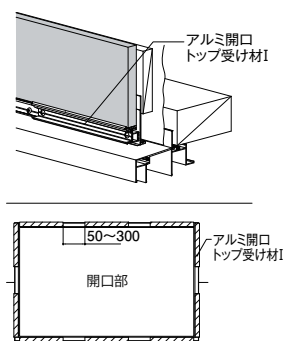

図7 アルミ開口トップ受け材Iの施工
▶アルミ開口トップ受け材Iはアルミ開口ベース材Iの両端には必ず取り付け、中間部は50~300mmの隙間を設けて取り付ける。(図7参照)